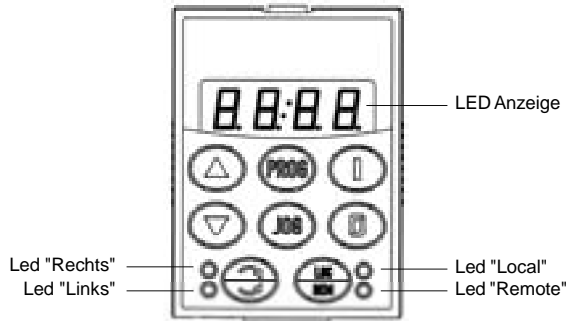

Bild 4.1 - HMI des CFW-08
- 4.1 **BESCHREIBUNG DER BEDIENEINHEIT (HMI)** Die Standardbedieneinheit des CFW-08 hat zwei eine LED Anzeige mit 4 Zeichen à 7 Segmente, mit 4 LED Leuchten und 8 Tasten. Bild 4.1 zeigt die Frontansicht der Bedieneinheit mit der Position der Anzeige, die Tasten und die Status-LEDs.